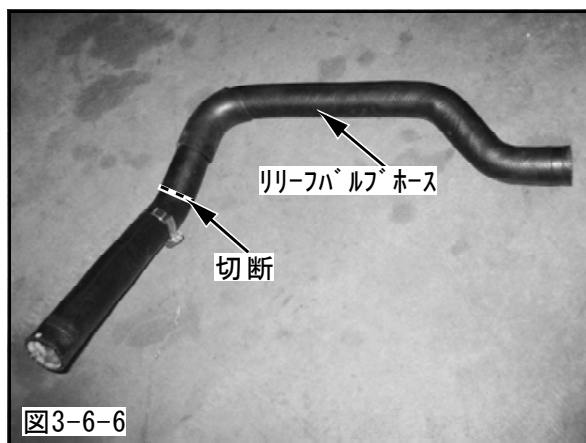

図3-6-6
(7) 取外した純正リリーフバルブホースを、図の位置で切断してください。〈図3-6-6〉